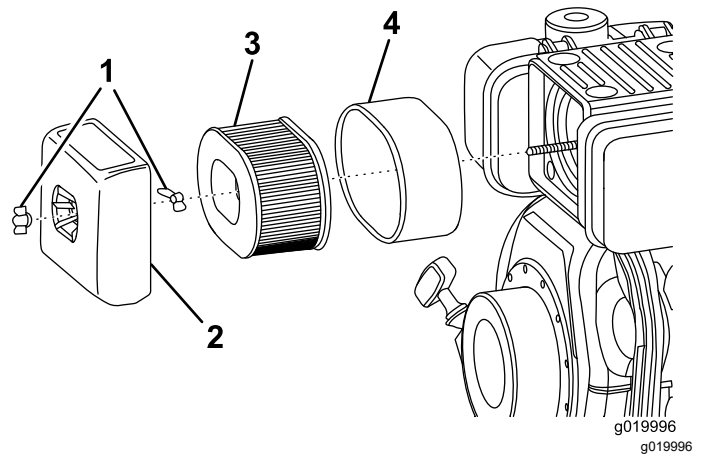

Figura 33
3. Retire la tuerca de orejeta que sujeta la tapa del limpiador de aire (Figura 33).
6. Separe cuidadosamente de la base los elementos de gomaespuma y de papel (Figura 33).
7. Separe el elemento de gomaespuma del elemento de papel (Figura 33).